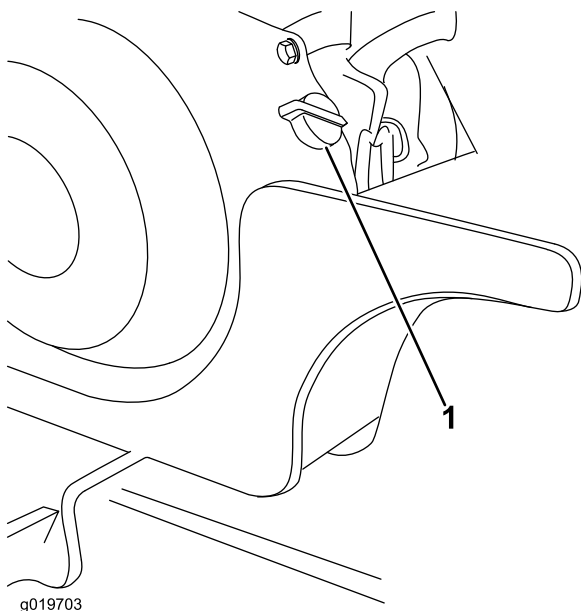

Figura 12
- Mueva el interruptor del motor a la posición de ENCENDIDO (Figura 12).